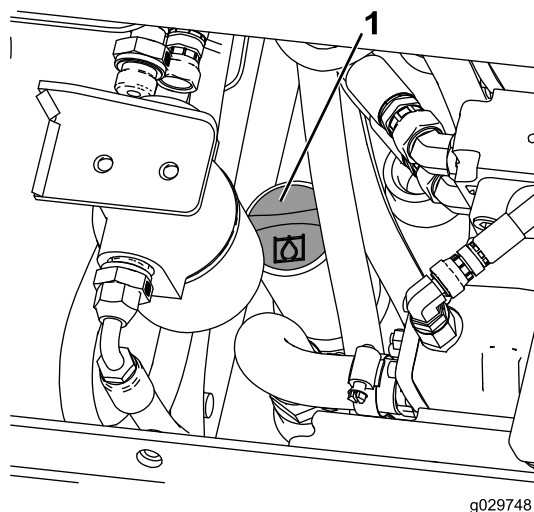

Figura 27
5. Limpie la zona alrededor del cuello de llenado del depósito de aceite hidráulico (Figura 27).